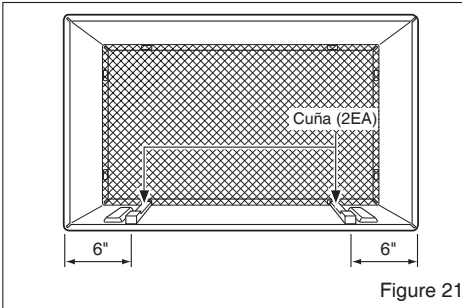

Figure 21
- 7** Para lograr una pendiente de posterior para el drenaje de la unidad, retire el envoltorio de las cuñas de 11-13/16" y acóplelas según se muestra a continuación en la FIG. 21. Coloque el extremo más alto de la cuña en la parte frontal de la base del soporte de pared.